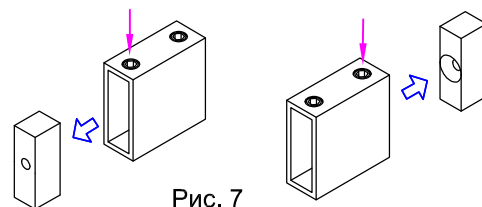

Рис. 7
3.1. Разобрать оба крепления рельс - стена №11. Для этого нужно открутить фиксирующий винт и вынуть фиксирующую бобышку (рис.7).